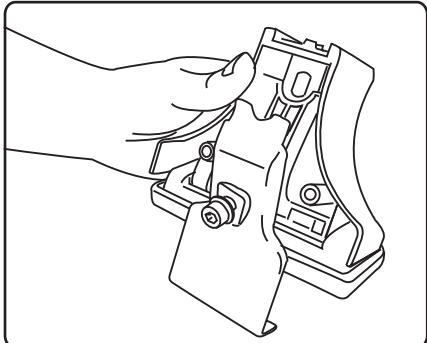

рис. 9
10. Убедитесь в том, что двери автомобиля при закрытии не задевают прижимы (рис. 9).
7. Возьмите опору, подготовленную на основании п. 1, стр. 1., с соответствующей резиновой подушкой. Помните, что прижимы, также как и подушки могут отличаться на передних и задних дугах, поэтому следя инструкции, указанной в таблице сборки (см. приложение), соберите комплект для передней или задней дуги. Вкрутите болт в опору багажника на 3-4 оборота (рис. 9).